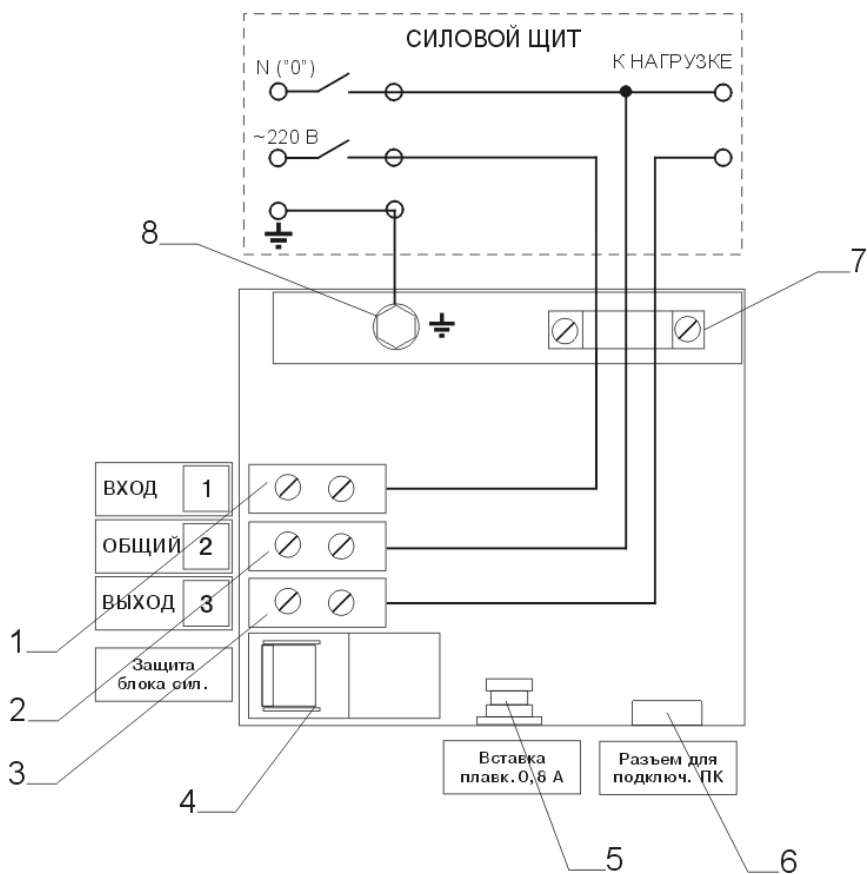

Рис.3. Схема подключения стабилизатора.
XS1 – блок клемм (см.рис.3), QF1 – автоматический выключатель «Сеть», QF2 – автоматический выключатель «Защита блока силового», TA1 – датчик тока блока силового, T1 – силовой трансформатор, SR1 – реле «Защита нагрузки», TA2 – датчик тока нагрузки, SR2 – реле защиты блока силового, XS2 – разъем для подключения ПК.
6.4 Подключение стабилизатора производить в следующем порядке, в соответствии со схемой (рис.3).